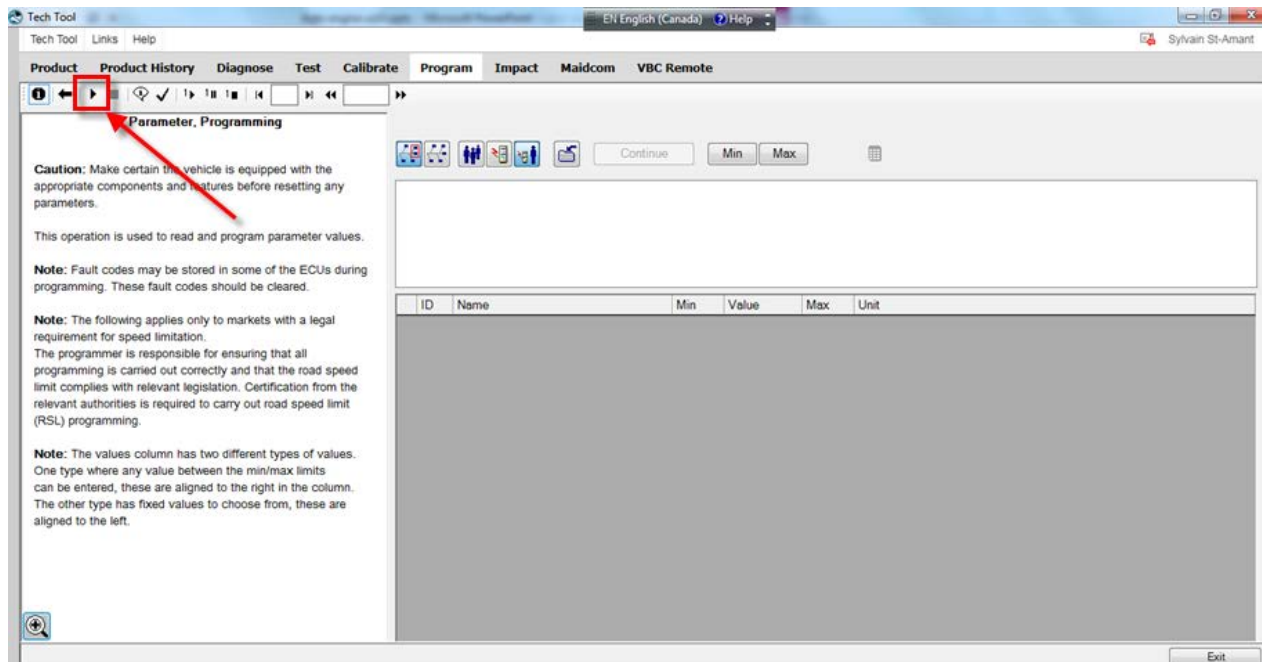

FIGURE 31
3. Cliquez sur ► (play) (FIGURE 31).